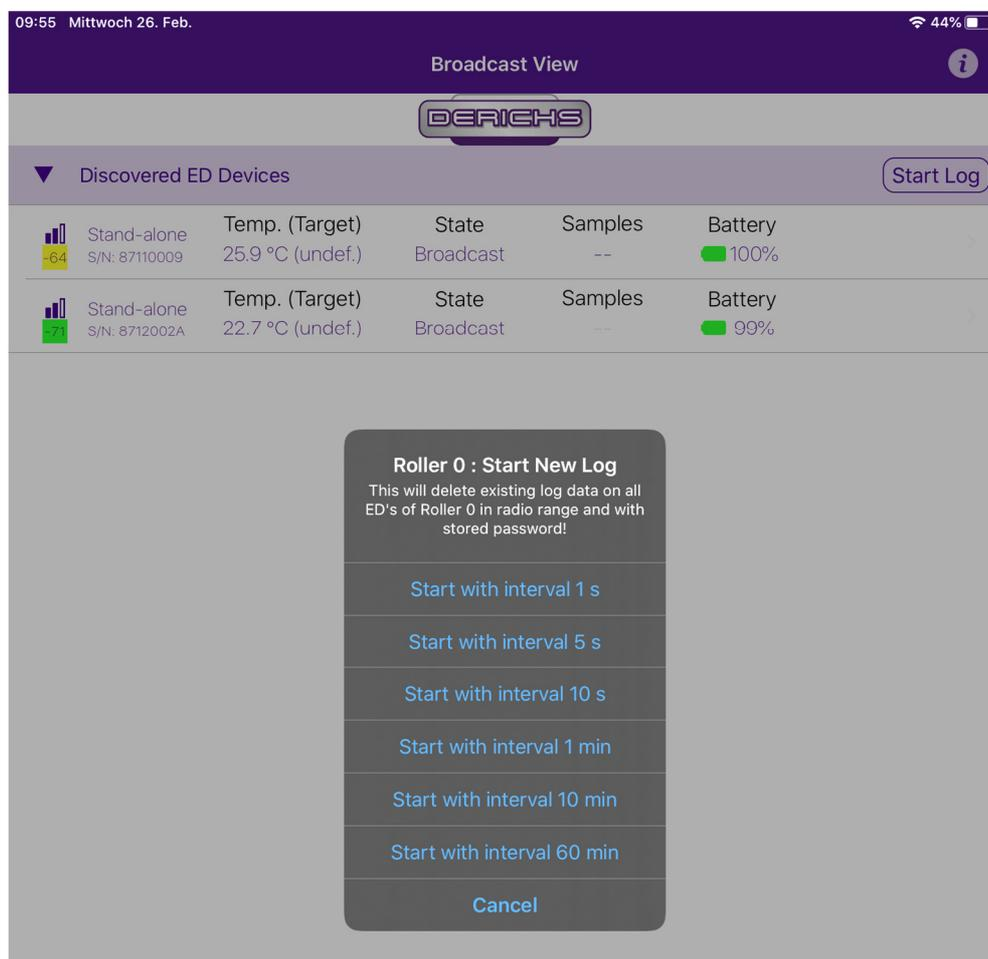

Abb. 18: Start eines Logging für zwei
1. Zum Starten einer Logging-Messung mit einem ED-Modul oder beiden Modulen einer Walze im Broadcast-Menü auf „START LOG“ tippen (vgl. Abb.18). Damit kann man also gleich beide ED-Module, die einer Walze zugeordnet sind, zeitgleich starten. In Abb.18 werden also beide Module gestartet, obwohl sie nur der virtuellen Walze 0 zugeordnet sind.